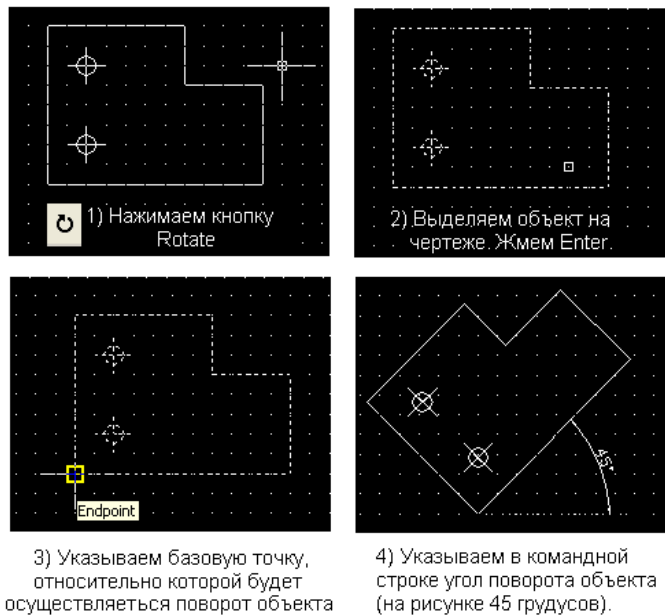

Рис. 4.2. Работа с командой *Rotate*
Команда позволяет поворачивать объекты на чертеже. Рассмотрим пример: повернуть объект на угол в 45 градусов (рис. 4.2).
1. Постройте исходный объект, изображенный на рис. 4.2 (левая верхняя часть рисунка).
2. Выполните последовательность операций рис. 4.2.